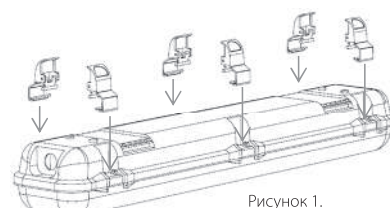

Рисунок 1.
- Установите и закрепите замки-защелки (см. рисунок 1).